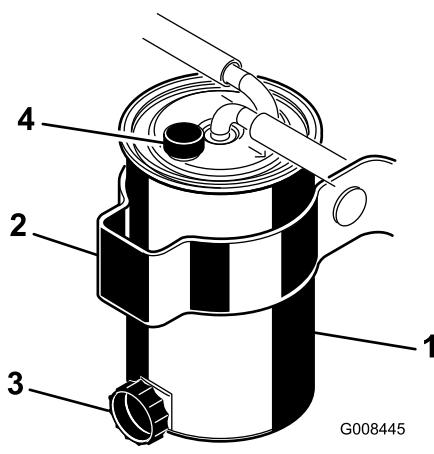

Figura 47
2. Pulite la superficie circostante la scatola del filtro (Figura 47).
4. Aprite il tappo di spurgo del filtro e la valvola di sfato (Figura 47).